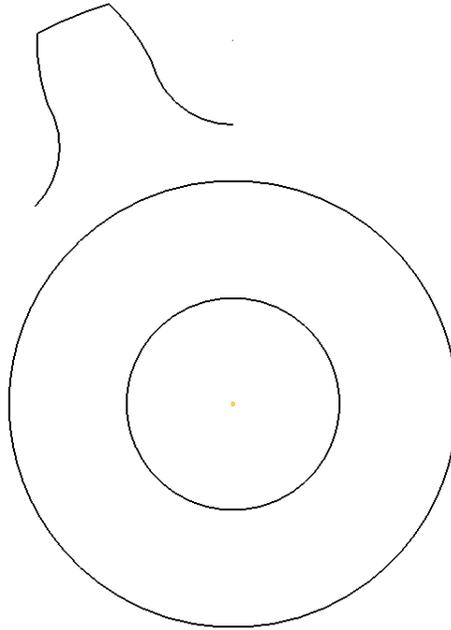

Figura 2.50 Diente completo.
- Hacer clic en Mostrar las opciones de ediciones generales . Aparece la Barra de Herramientas de Edición General, seleccionar la opción Modelos de alambre limitados interactivamente , mover el cursor sobre cada línea o parte que no forma al diente y hacer clic con el botón izquierdo del ratón una a una para eliminarlas, incluyendo las líneas de construcción (Figura 2.50).